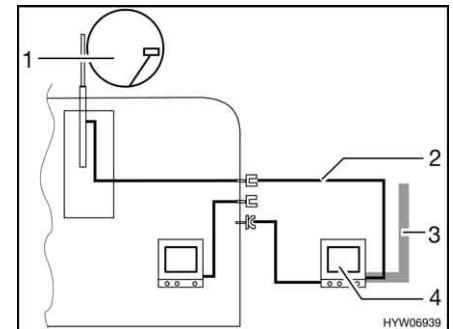

Fig. 184 TV nella tenda veranda
- TV nella tenda veranda (Fig. 184,4): Collegamento all'antenna del tetto (Fig. 184,1) con cavo di collegamento (Fig. 184,2)
- TV nella tenda veranda (Fig. 184,4): Collegamento a antenna esterna (Fig. 184,3)